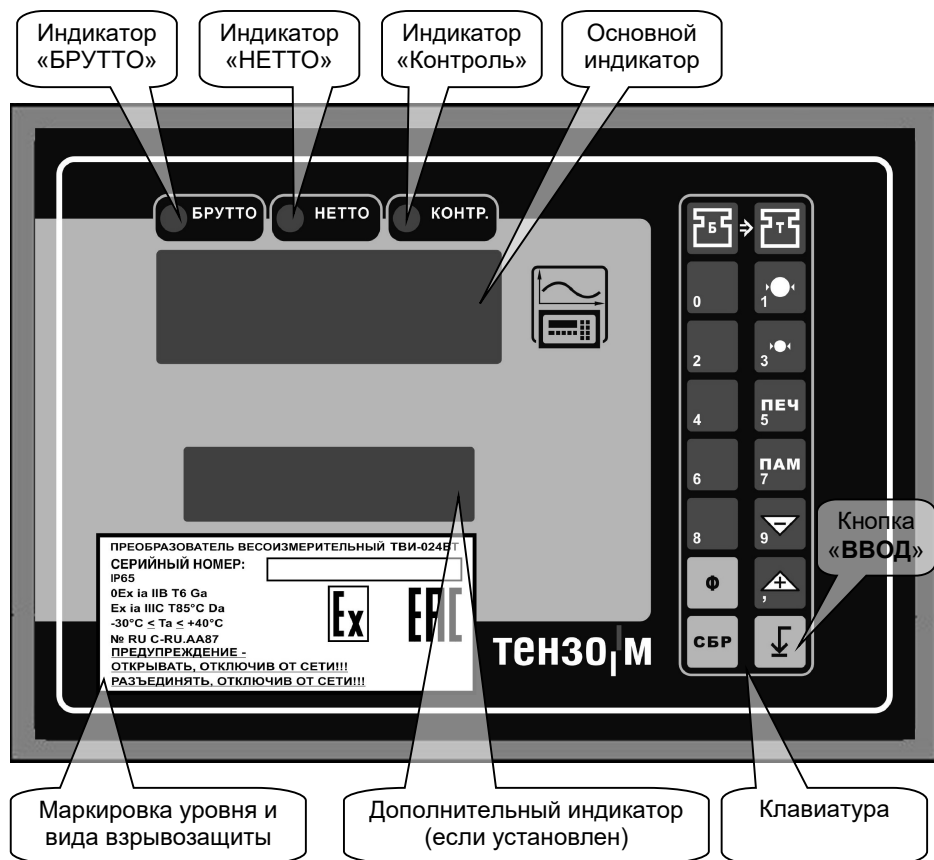

Рис. 8.1. Лицевая панель весового терминала ВТ.
На рис. 8.1 изображена передняя (лицевая) панель весового терминала ВТ.
10.3. Перезапустить ВТ с выполнением тестов и индикацией номера версии программы можно кнопкой , расположенной на клавиатуре ВТ (см. рис. 8.1 на стр. 18 Руководства).